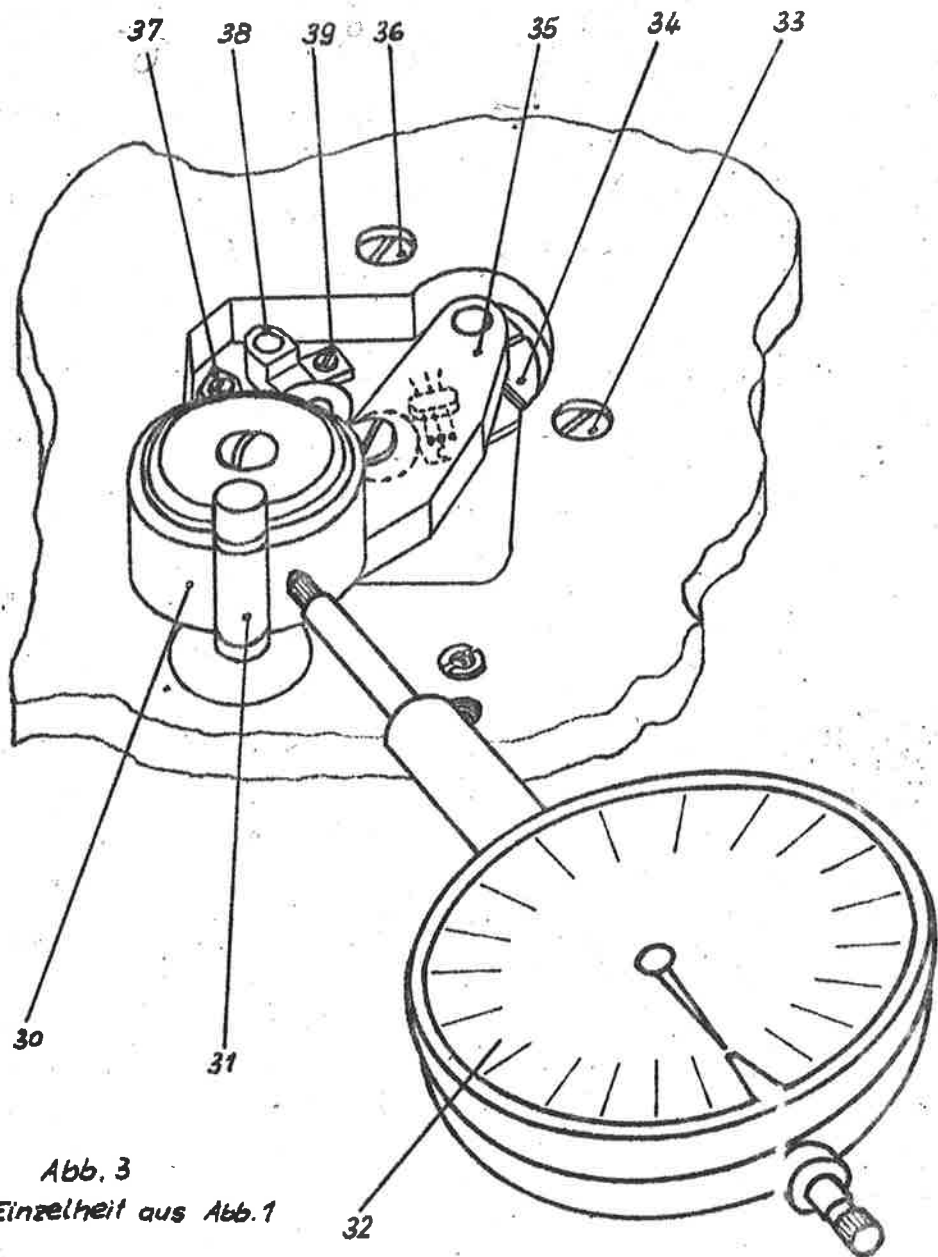

Abb. 3
- 8) Gummiandruck und Bandlauf zwischen Andruckrolle 30 und Tonrolle 31 nach Abb. 3